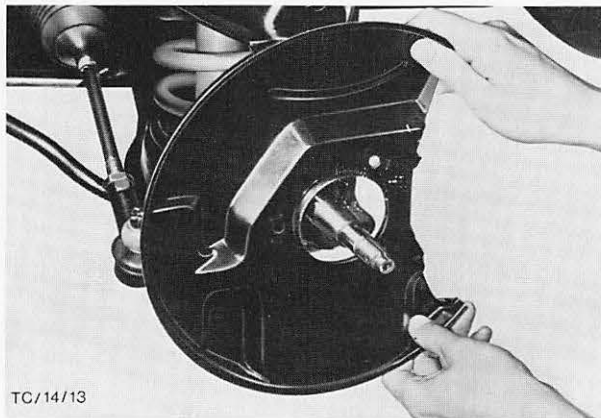

Abb. 33 Spritzblech abbauen
1. Sicherungsbleche aufbiegen, Schrauben entfernen und Spritzblech vom Achsschenkel abbauen. Abb. 33.